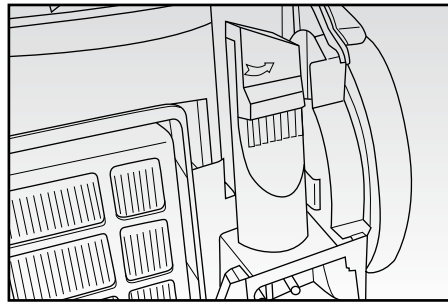

Fig. 5
Riporre quindi l'apparecchio, riponendo l'aspiratore fessure con spazzolino (H) nell'apposito alloggiamento posteriore (Fig. 5).